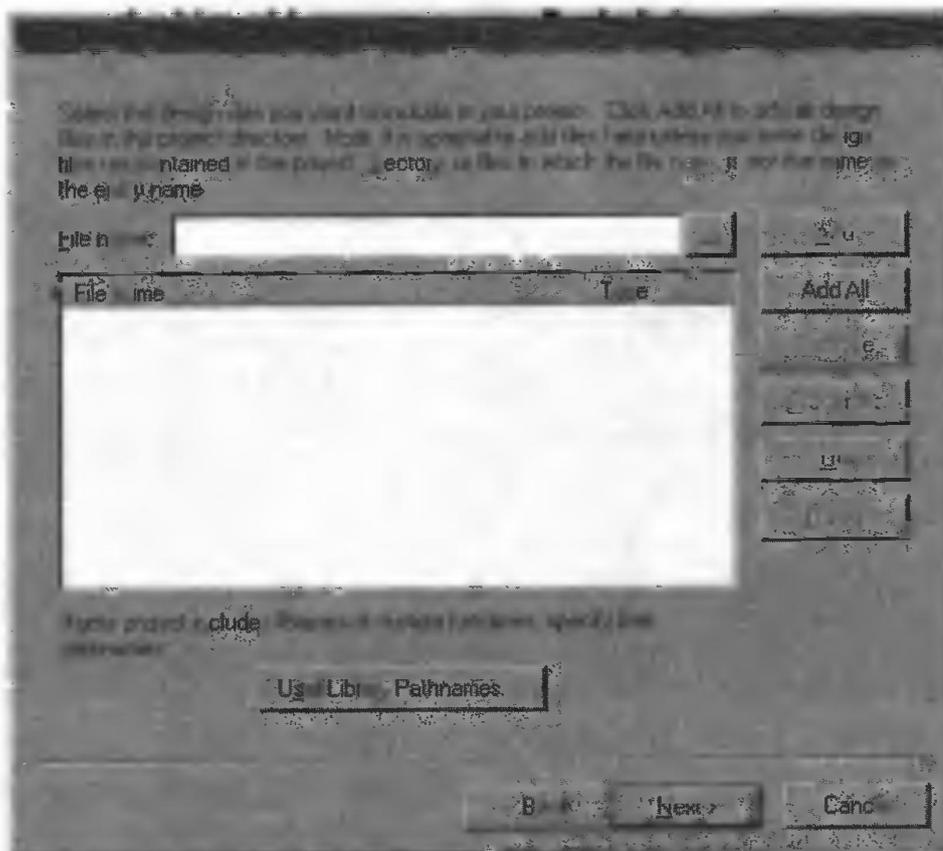

Рис. 3.6
5. Нажмите кнопку **Next** (следующий) – появится окно второго этапа создания нового проекта (рис. 3.6).